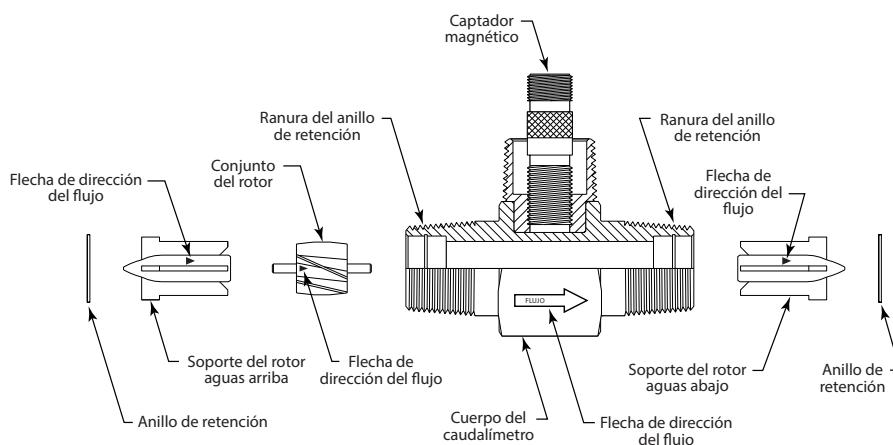
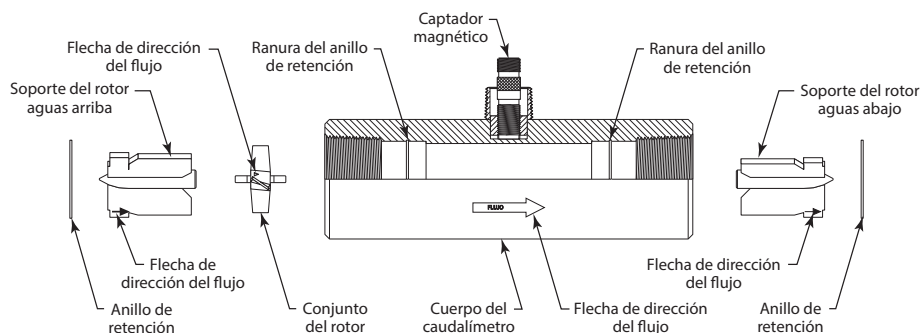
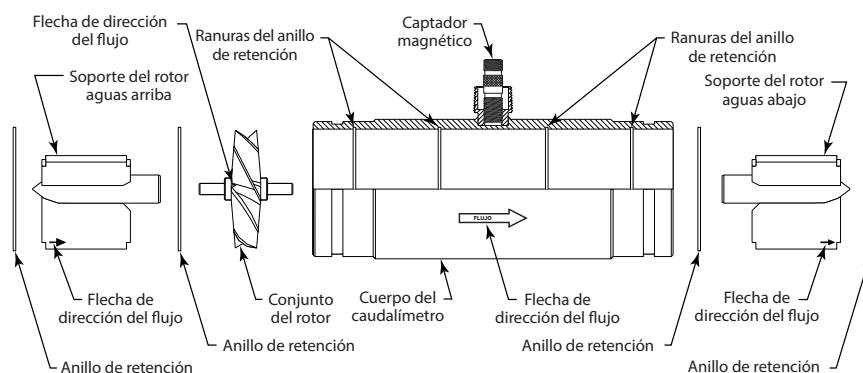

Figura 7: Posiciones de los componentes para los modelos B110-375...B111-115 y B111-121
Figura 8: Posiciones de los componentes para los modelos B111-120 y B111-130
Figura 9: Posiciones de los componentes para los modelos B111-140 y B111-200
1. Consulte la Figura 7, la Figura 8 y la Figura 9 para consultar las posiciones relativas de los componentes del kit de reparación.
**NOTA:** Los caudalímetros de 4 in (101,6 mm) y más grandes tienen dos anillos de retención (uno a cada lado del rotor) que se deben quitar antes de poder quitar el rotor (consulte la Figura 9).
Antes de rearmarlo, tenga en cuenta que hay una flecha en relieve o grabada en cada componente. La flecha indica la dirección principal del flujo. Cuando lo rearme, las flechas deben apuntar en el sentido del flujo del líquido. Las flechas también deben estar orientadas hacia arriba en ambos soportes del rotor. El lado del captador magnético del cuerpo señala la posición hacia arriba. La calibración del kit de reparación se hace en la posición hacia arriba. La reinstalación del kit de reparación en la posición hacia arriba garantiza que continúen las mediciones precisas. La Figura 7, la Figura 8 y la Figura 9 muestran la alineación y la orientación adecuadas de los kits de reparación.
**NOTA:** Los caudalímetros de 4 in (101,6 mm) y más grandes tienen un anillo de retención en ambos extremos del rotor (consulte la Figura 9).